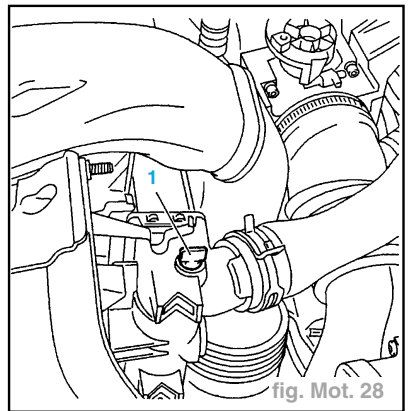

fig. Mot. 28
- Ouvrir la vis (1) d'un quart de tour (fig. Mot. 28).